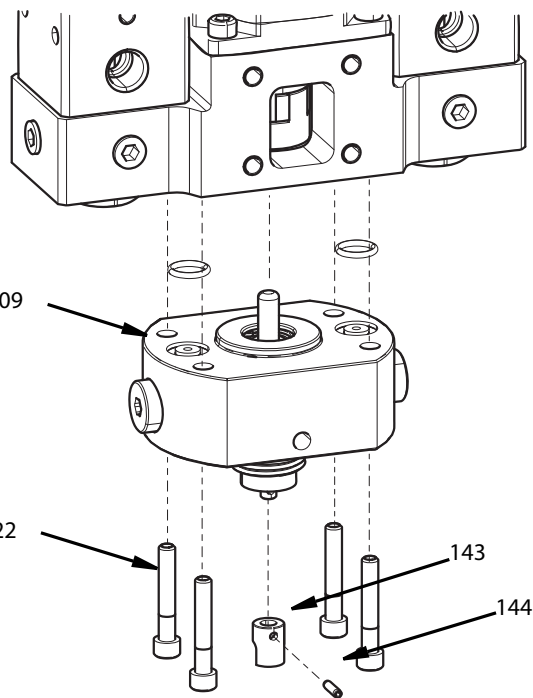
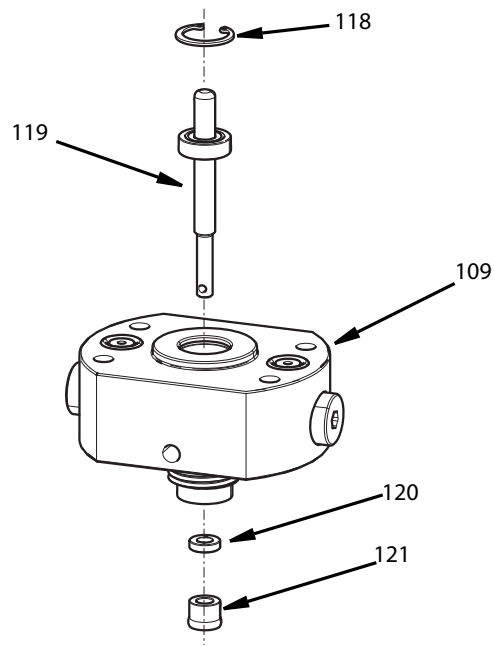

Рис. 32
Рис. 33
4. Открутите четыре винта М5 (122), используя 4 мм шестигранный ключ.
5. Извлеките сопло обратного клапана (109) и уплотнительные кольца (108).
6. Выдавите штифт (144) из адаптера смесителя (143) с торцевой стороны вала подшипника (119).
7. Снимите адаптер смесителя (143). См. Рис. 32.
8. Извлеките стопорное кольцо (118), удерживающее вал подшипника на месте.
9. Вытяните вал подшипника (119) из сопла обратного клапана (109).
10. Выдавите вращающееся уплотнение (121) и опорное кольцо (120) из сопла обратного клапана, используя 6 мм (1/4 дюйма) штифт, см. Рис. 33.
1. Вставьте вала подшипника (119) в секцию сопла (109).
3. Вставьте опорное уплотнительное кольцо (120) внутрь сопла обратного клапана, расположив центр на валу подшипника.
7. Замените два уплотнительных кольца (108) в верхней части сопла обратного клапана.
9. Используя 2,5 мм шестигранный ключ, затяните зажимной винт на вращающейся соединительной муфте (127), чтобы закрепить ее на валу подшипника.
10. Установите крышку соединительной муфты, закрепив ее четырьмя винтами М6 - 1,0 x 10 напротив монтажного приспособления, предоставленного заказчиком. Затяните с усилием 13 Н•м (50 дюйм-фунтов). См. Рис. 32 или Рис. 33 для сборки.
- Для доступа, извлечения и ремонта вала подшипника выполните шаги 1 - 8 раздела **Ремонт вращающегося уплотнения**, разборка, начинающегося на стр. 40. Рис. 15 стр. 17, Рис. 32 и Рис. 33 стр. 40.
- Для установки вала подшипника после ремонта выполните шаги 1 - 8 раздела **Ремонт вращающегося уплотнения**, сборка, начинающегося на стр. 40. См. Рис. 15 стр. 17, Рис. 32 и Рис. 33 стр. 40.
2. Выдавите штифт (144) из адаптера смесителя (143).
3. Снимите адаптер смесителя (143). См. Рис. 32, стр. 40.
1. Используя новые детали, установите адаптер смесителя (143) на вал смесителя (119).
3. Вдавите штифт (144) в отверстие.
4. Удостоверьтесь, что штифт вдавлен до конца и не выступает с обеих сторон адаптера смесителя. См. Рис. 32, стр. 40.